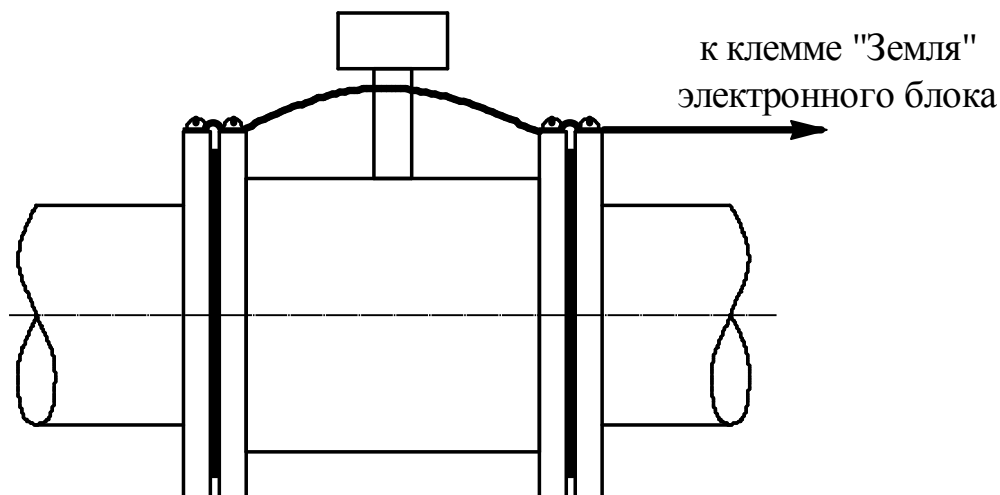

Рис. 6
2.2.2.10. Ответные фланцы трубопроводов и направляющие фланцы должны быть надежно электрически соединены между собой и клеммой «Земля», расположенной на корпусе электронного блока, с помощью провода типа ПВЗ с изоляцией желто – зеленого цвета сечением не менее  $2,5 \text{ мм}^2$  (см. Рис.6).